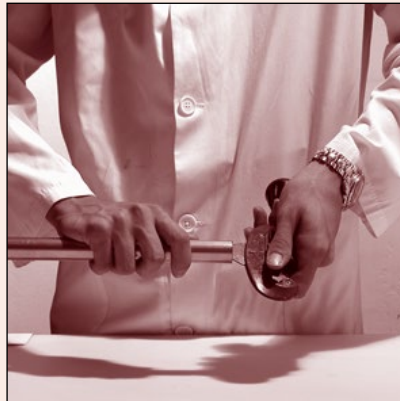

Fig. 22 | Entgraten der Rohrenden
9.3 Entgraten der Rohrenden (Abb. 22)
9.3 Pipe-end deburring (fig. 22)